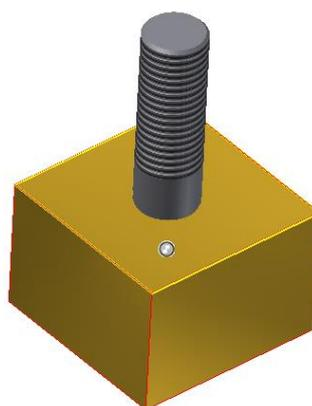

Рис. 4.22. Размещение шпильки в гнезде
4. Нажмите кнопку «OK». Модель примет вид, как на рис. 4.22.